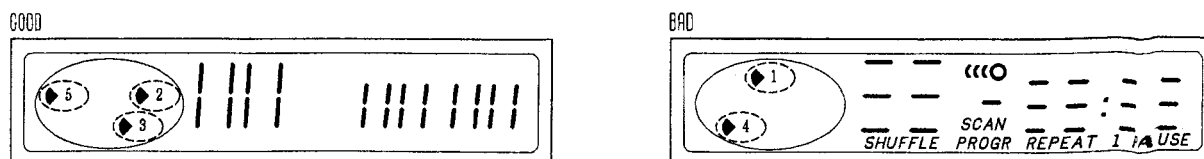

Fig. 1.
**Le résultat sera affiché (fig.1)**